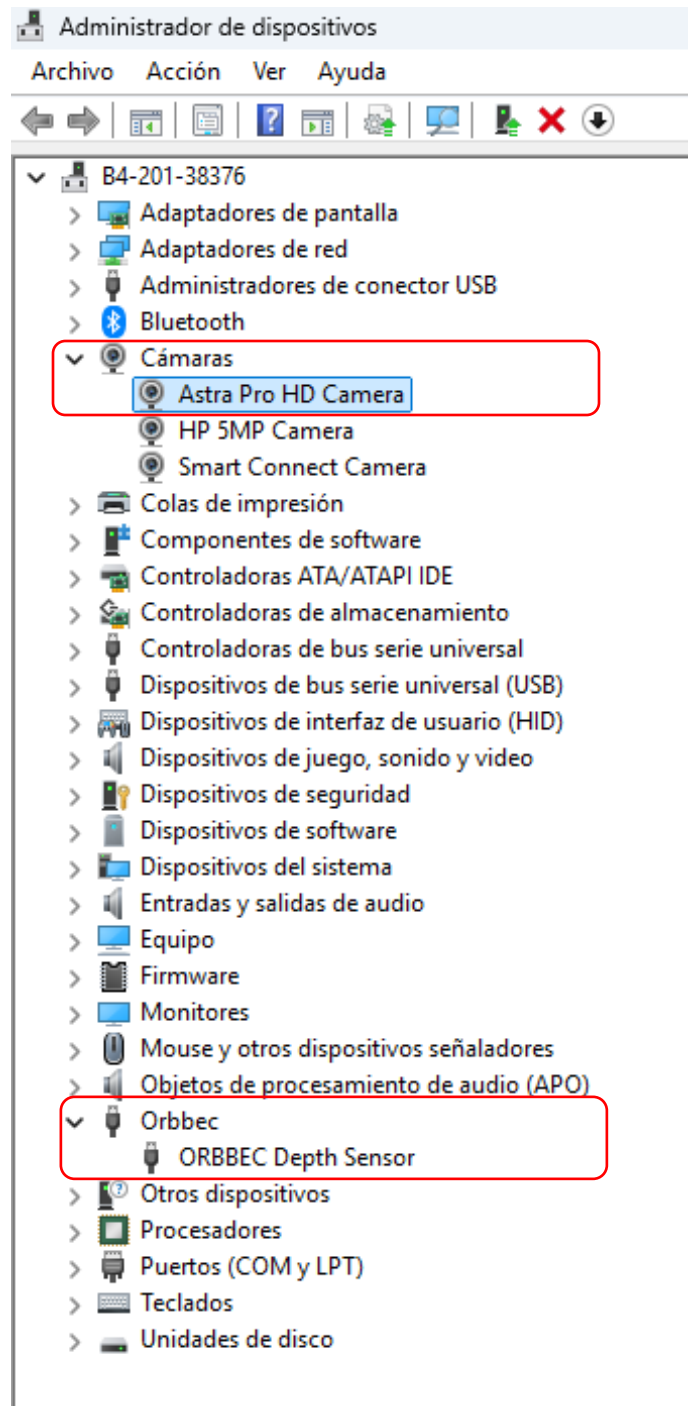

Figura 5.16. Administrador de dispositivos
9. Conecte al puerto USB de su computador la cámara Orbbec Astra y verifique en el *administrador de dispositivos* que ha sido reconocida por su sistema operativo (ver figura 5.16).